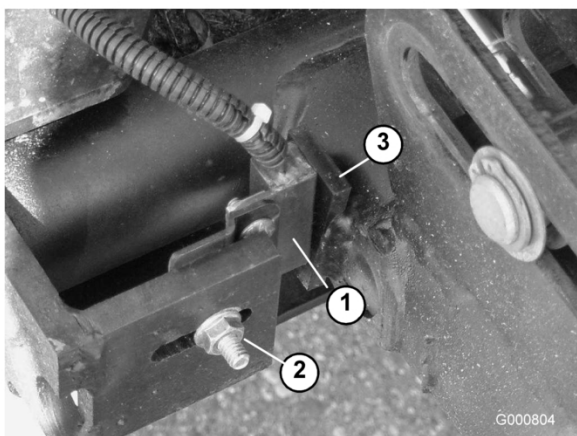

Figure 77
- Desserrez l'écrou du boulon de carrossier qui fixe le support du commutateur de bras de levage au bras N° 4, 6 ou 7 (Figure 77). N° 4 représenté sur la figure.